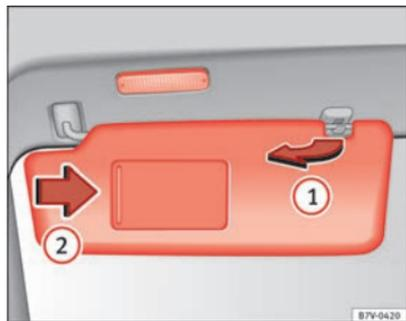

Fig. 65 Parasol.
- El parasol puede extraerse de la fijación y girarse hacia la puerta → fig. 65 ①.